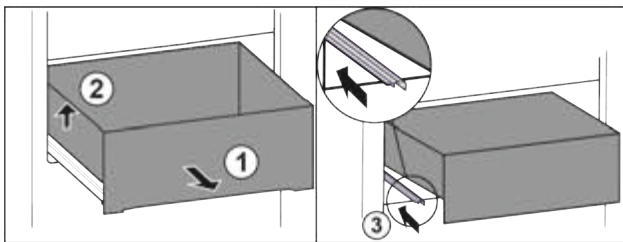

Fig. 77
- ▶ Витягніть висувний ящик до упору. Fig. 77 (1)
- ▶ Підняти висувний ящик ліворуч. Fig. 77 (2)
- ▶ Вставити ліву рейку. Fig. 77 (3)